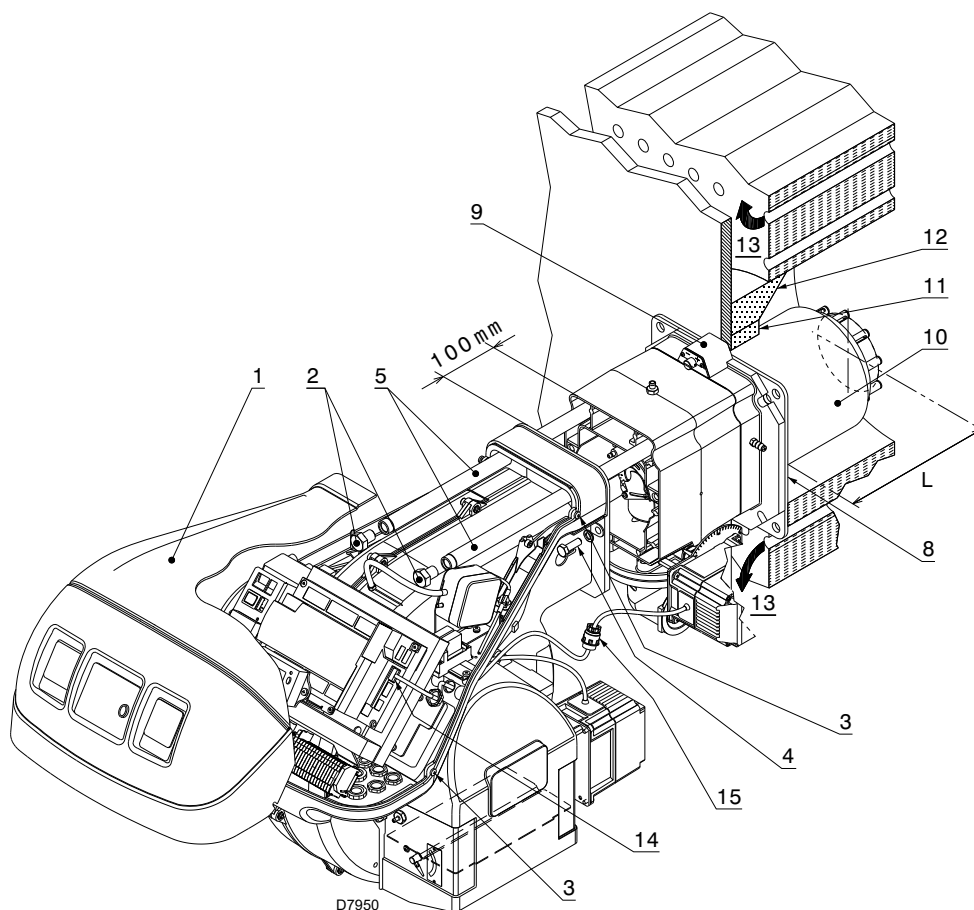

Fig. 17
Pentru centralele cu trecere frontală a gazelor arse 13)(Fig. 17) sau cu cameră de flacără inversă, o căptușeală refractară 11), între căminul refractar 12) și duza 10).
Separați capul de ardere de restul arzătorului, ca în Fig. 17; procedați după cum urmează:
- reasamblați arzătorul pe ghidajele 3) la aprox. 100 mm de manșon 4) - arzătorul în poziția indicată în Fig. 17;
- conectați fișa servomotorului 14)(Fig. 17) și înșurubați preșetupa cablului 15);